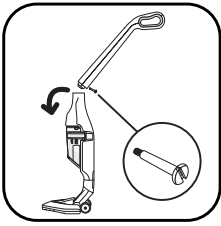

fig. 1
- Fije el mango insertándolo con precaución en la parte superior del cuerpo principal (fig.1)